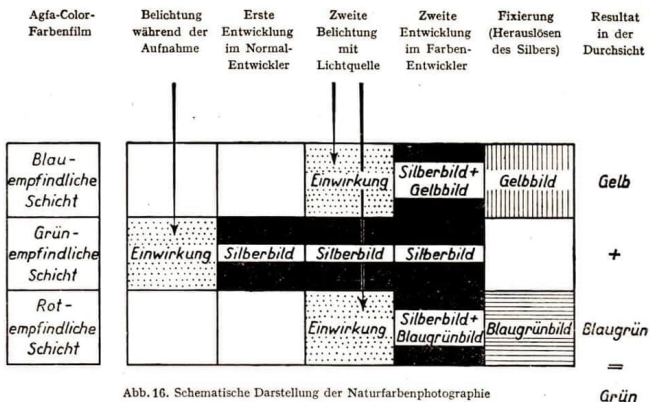

Abb. 16. Schematische Darstellung der Naturfarbenphotographie
L.: Nach der Belichtung wird der Gesamtfilm mit Normalentwickler behandelt (siehe Abb. 16!). Haben wir z. B. ein grünes Blatt photographiert, so hat nur die mittlere (grünempfindliche) Schicht einen Lichteindruck empfangen und wird nunmehr bei der Entwicklung durch Reduktion von Silberbromid zu metallischem Silber geschwärzt.